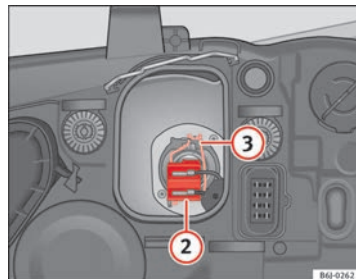

Abb. 162 Abblendlicht
- Ziehen Sie den Stecker $\Rightarrow$ Abb. 162 ② von der Lampe ab.
- Nehmen Sie die Haltefeder $\Rightarrow$ Abb. 162 ③ durch Eindrücken und Rechtsdrehung ab.